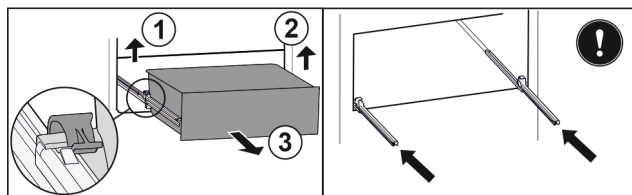

Fig. 186
- ▶ 提起左侧夹子，同时将抽屉左侧向前拉。 Fig. 186 (1)
- ▶ 提起右侧夹子，同时将抽屉右侧向前拉。 Fig. 186 (2)
- ▶ 朝前取出抽屉。 Fig. 186 (3)